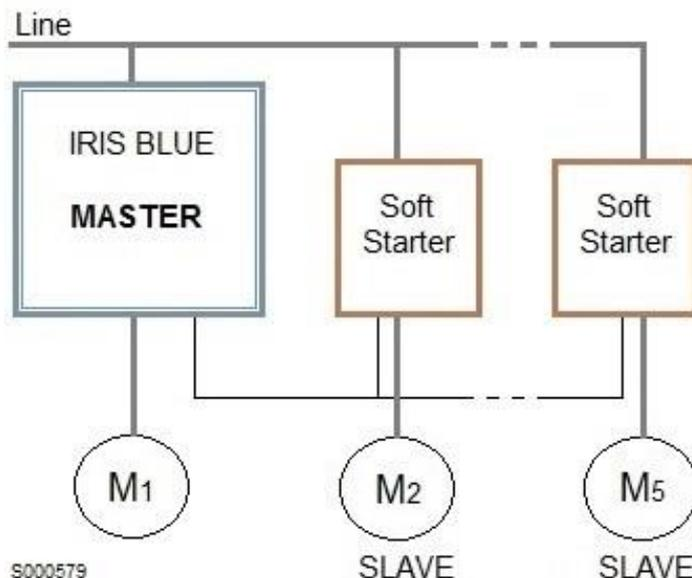

Figura 72: Schema a blocchi del funzionamento MMC – avviamento controllato da Soft Starter
- Avviamento controllato attraverso un Soft Starter. Vedi Figura 72.